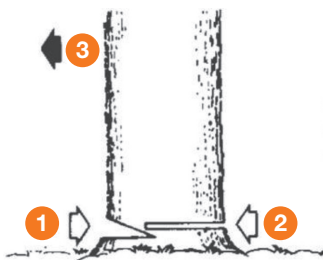

Рис. 8
- Определите направление падения дерева ③ с учетом ветра, расположение больших веток, удобство работы после повала дерева и другие факторы.
- Выполните надрез вглубь дерева на одну треть со стороны завала ①.
- Выполните пропил с противоположной стороны надпила на уровне, слегка выше, чем нижняя сторона надпила ② (Рис. 8).